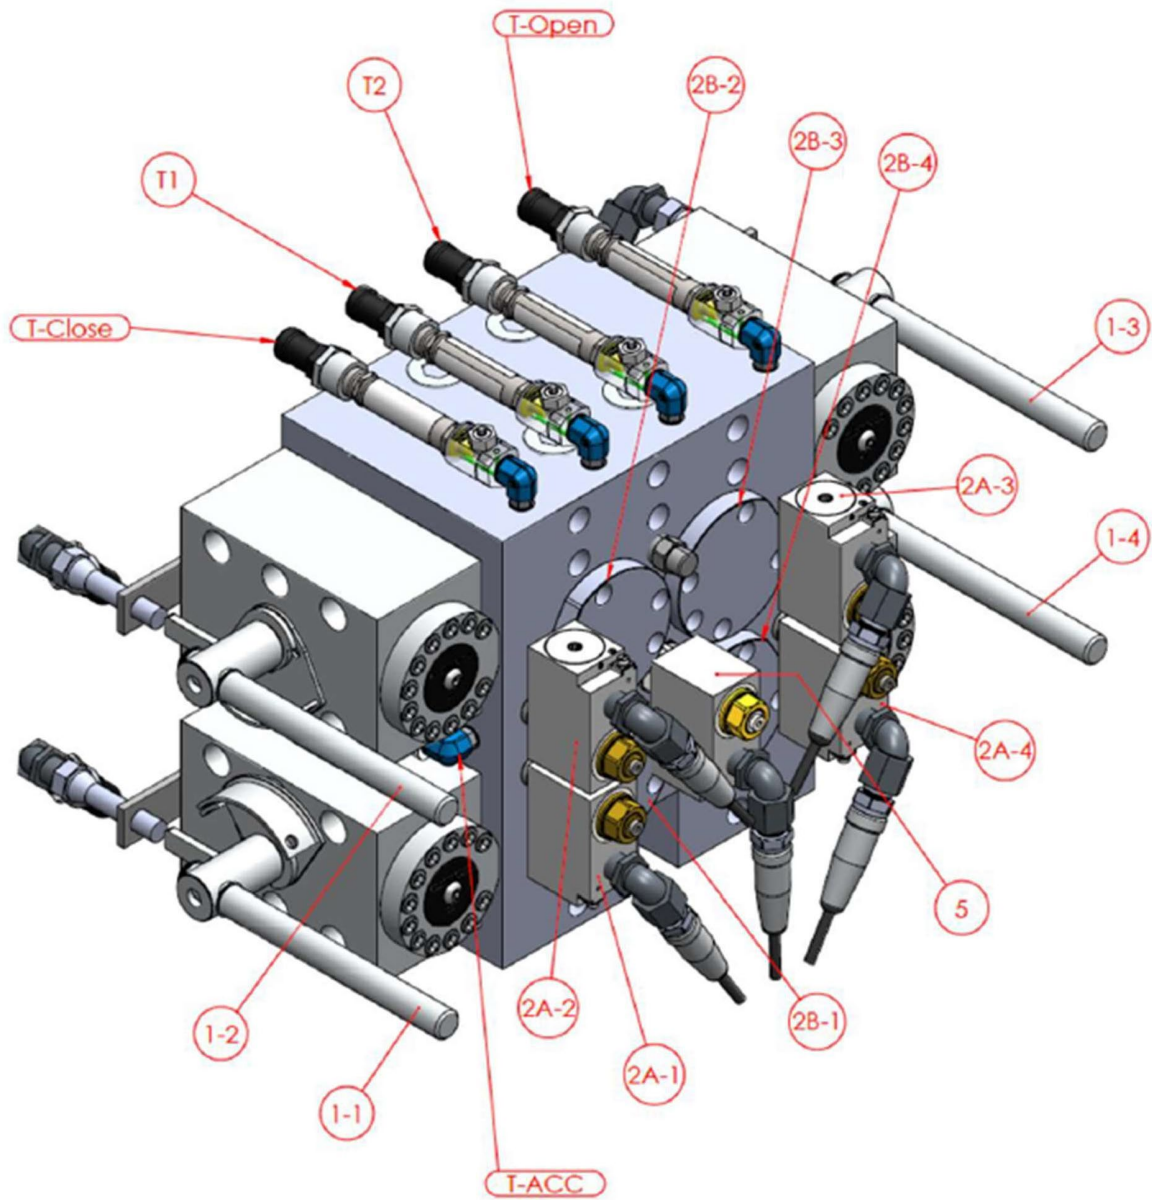
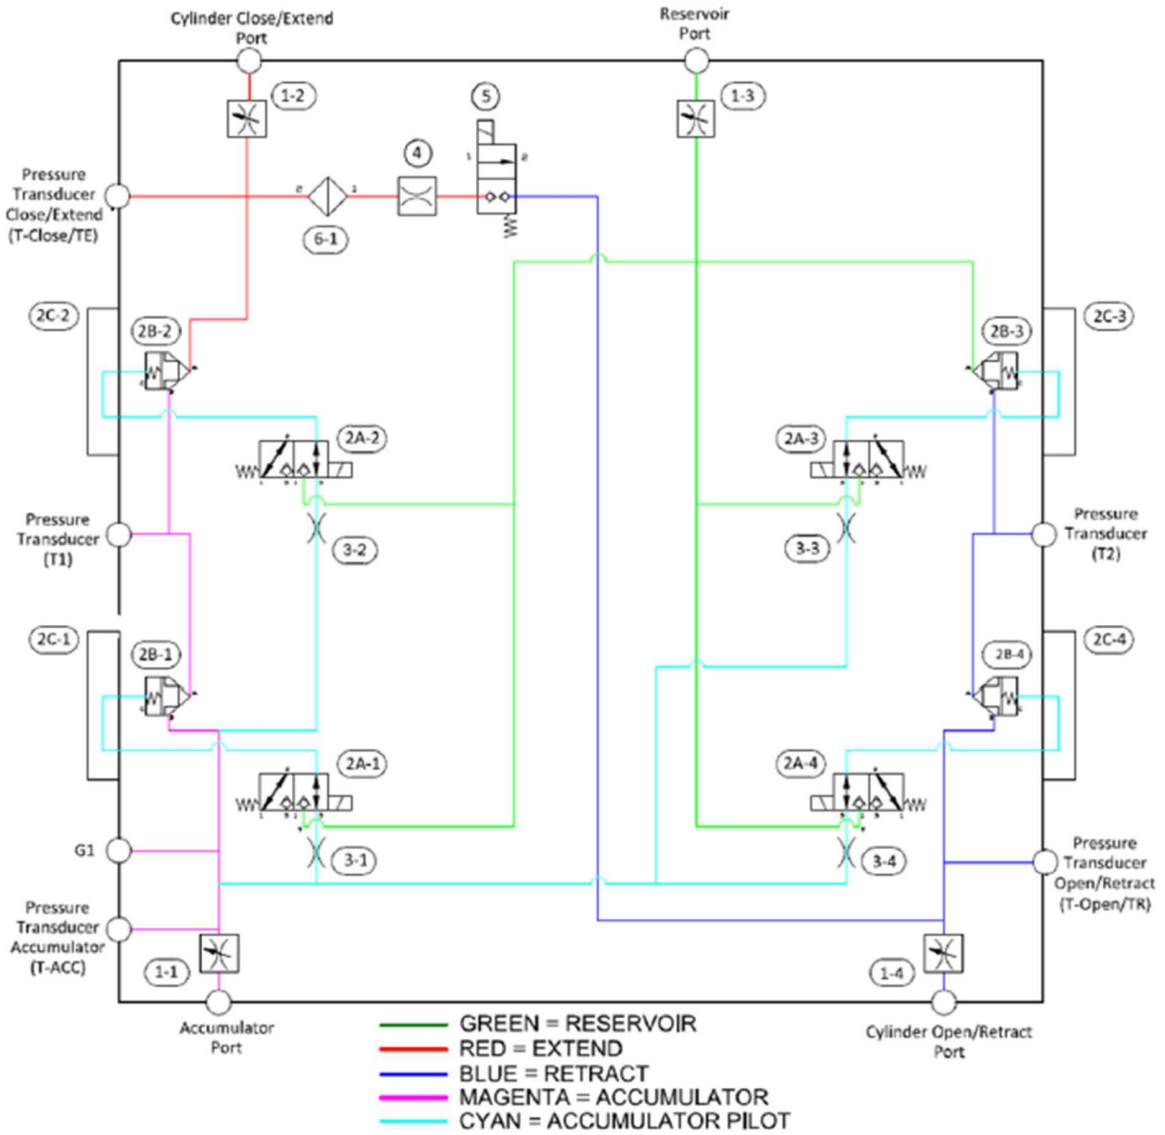

Figura 2: Conjunto do bloco de disparo
Figura 3: Esquema hidráulico do bloco de disparo
O coletor do bloco de disparo mostrado na figura 2 é usado para controlar a função de disparo do acumulador e facilita o teste on-line das válvulas de disparo individuais. Contidas no bloco de disparo estão quatro válvulas solenóides (2A-1, 2A-2, 2A-3 e 2A-4) e quatro válvulas de retenção piloto para fechamento (2B-1, 2B-2, 2B-3 e 2B-4) que controlam a função de disparo. A função combinada de uma válvula solenóide e seu piloto para fechar a válvula de retenção será chamada de "Válvulas de Disparo". As quatro válvulas de disparo podem ser testadas on-line para garantir que estejam operacionalmente prontas para executar sua função de disparo sob demanda. O bloco de disparo contém quatro válvulas de isolamento manual (1-1, 1-2, 1-3 e 1-4) para isolar o coletor durante o teste da válvula de disparo. Essas válvulas de isolamento também facilitam a capacidade de isolar e substituir qualquer uma das válvulas de disparo enquanto o atuador ainda é capaz de se posicionar no modo remoto. Cinco transdutores de pressão (T-Open, T-Close, T-ACC, T1 e T2) são montados no coletor do bloco de disparo e são usados para monitorar o empuxo do atuador (T-Close/TE e T-Open/TR), a pressão do acumulador (T-ACC) e a pressão do coletor interno (T1 e T2) para facilitar o teste on-line das válvulas de disparo.
4. Após a conclusão bem-sucedida da sequência de teste de API, o modo mudará de volta para AUTO ou LOCAL e relatará uma aprovação de API no visor por ~ 2 minutos. Se ocorrer uma falha, a falha de teste correspondente será exibida. Consulte a referência da sequência de teste automatizada abaixo e o Apêndice F para obter detalhes sobre a falha. A sequência de teste automatizada fornecida para referência abaixo. Os números de identificação da válvula são mostrados na Figura 2 e na Figura 3.